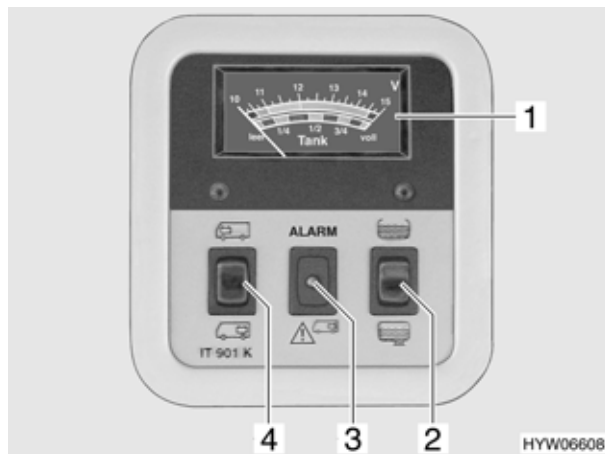

Fig. 64 Tensione batterie/quantità acqua e acque grigie
Per l'indicatore volt/serbatoio (Fig. 64,1) leggere la scala superiore. Premendo l'interruttore nella posizione desiderata, lo strumento si illumina automaticamente.
- Premere l'interruttore a bilico (Fig. 64,4) in alto : viene indicata la tensione della batteria di avviamento.
- Premere l'interruttore a bilico (Fig. 64,4) in basso : si legge la tensione delle batterie dell'abitacolo.
La luce spia rossa di ALLARME (Fig. 64,3) inizia a lampeggiare non appena la tensione delle batterie dell'abitacolo scende al di sotto di 11 V (misurazione durante il normale esercizio) con conseguente rischio che la batteria si scarichi troppo.
Per l'indicatore volt/serbatoio (Fig. 64,1) leggere la scala inferiore. Premendo l'interruttore nella posizione desiderata, lo strumento si illumina automaticamente.
- Premere l'interruttore a bilico (Fig. 64,2) in alto : viene indicato il livello del serbatoio dell'acqua.
- Premere l'interruttore a bilico (Fig. 64,2) in basso : viene indicato il livello del serbatoio delle acque grigie.